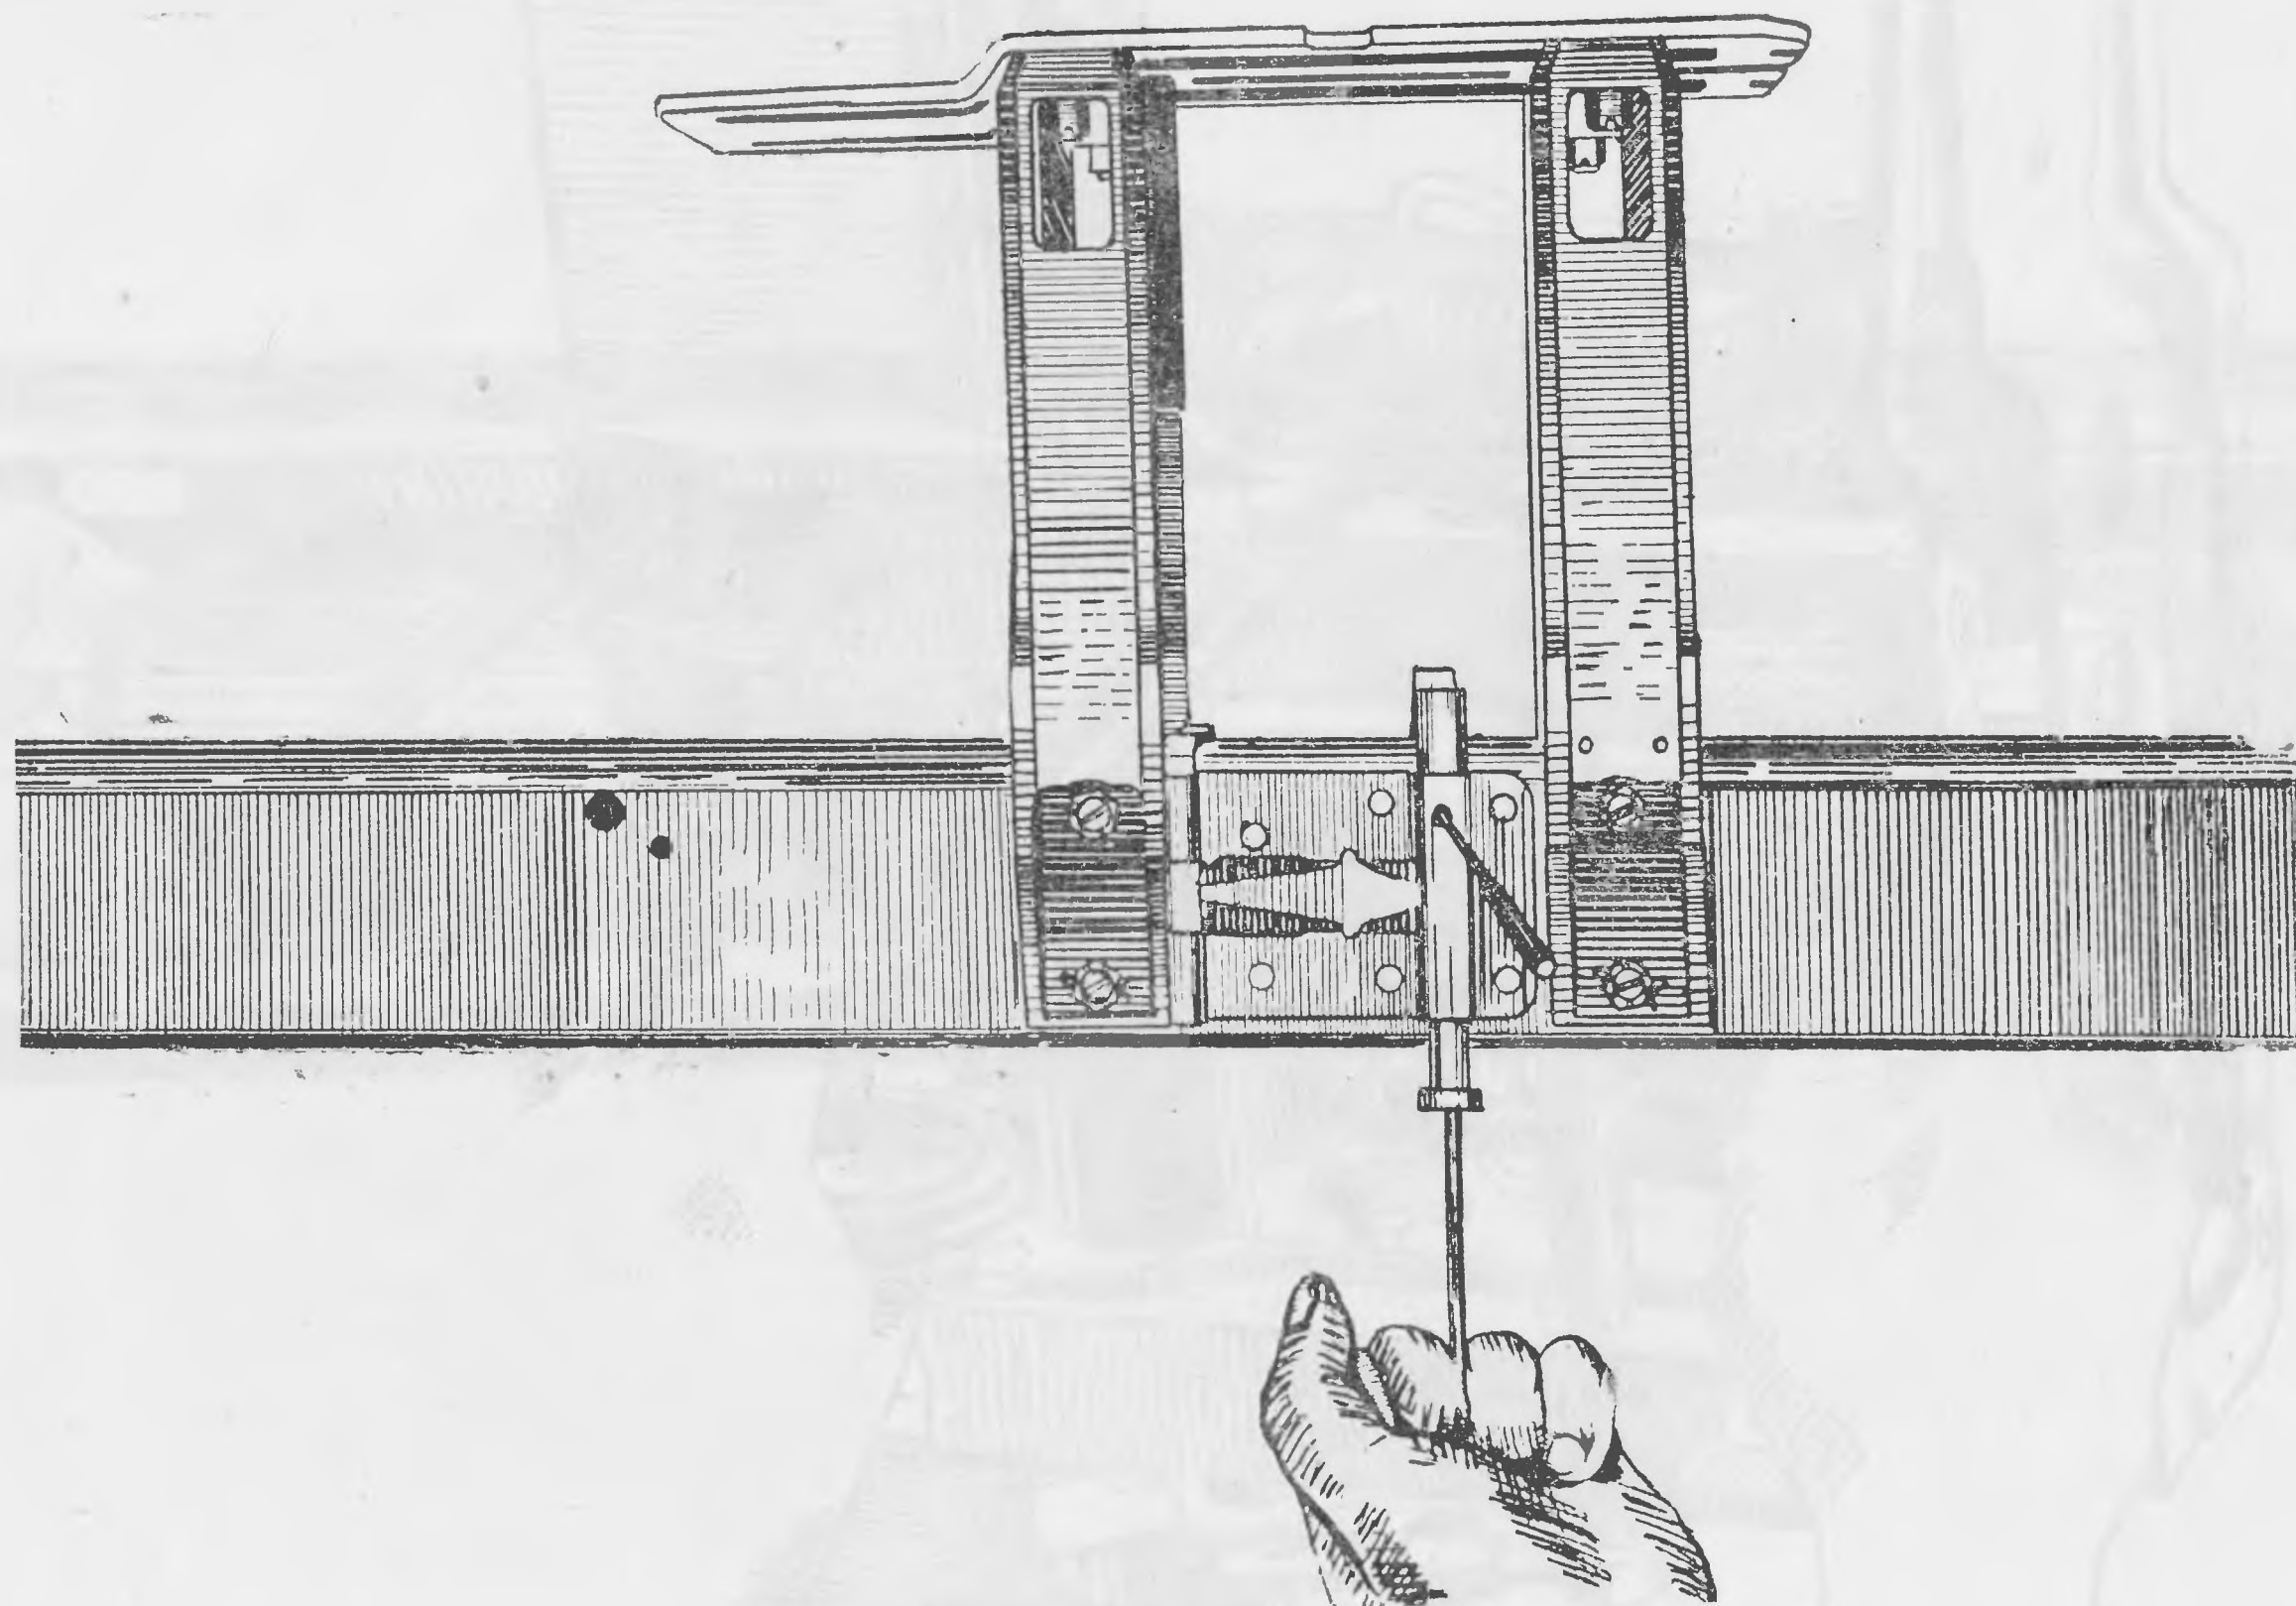

Рис. 7.9
1) утопите боковой фиксатор до совмещения верхнего отверстия в нем с отверстием в скобе и зафиксируйте его выколоткой Ø4 (рис. 7.9);
2) совместите выступы приспособления для сборки боковых фиксаторов с пазами стержня (рис. 7.9), утопите стержень до освобождения штифта бокового фиксатора и отделите штифт выколоткой Ø3;